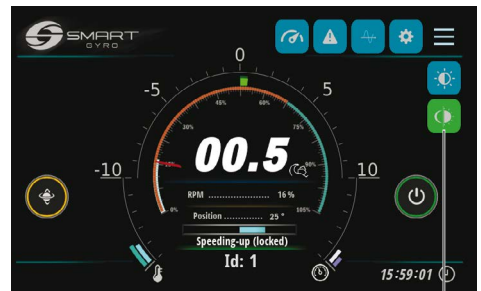

Abbildung 5
5. Drücken Sie das Symbol für die Nacht-/ Tagauswahl (Abbildung 5, (1)), um die gewünschte Betriebsgeschwindigkeit auszuwählen.